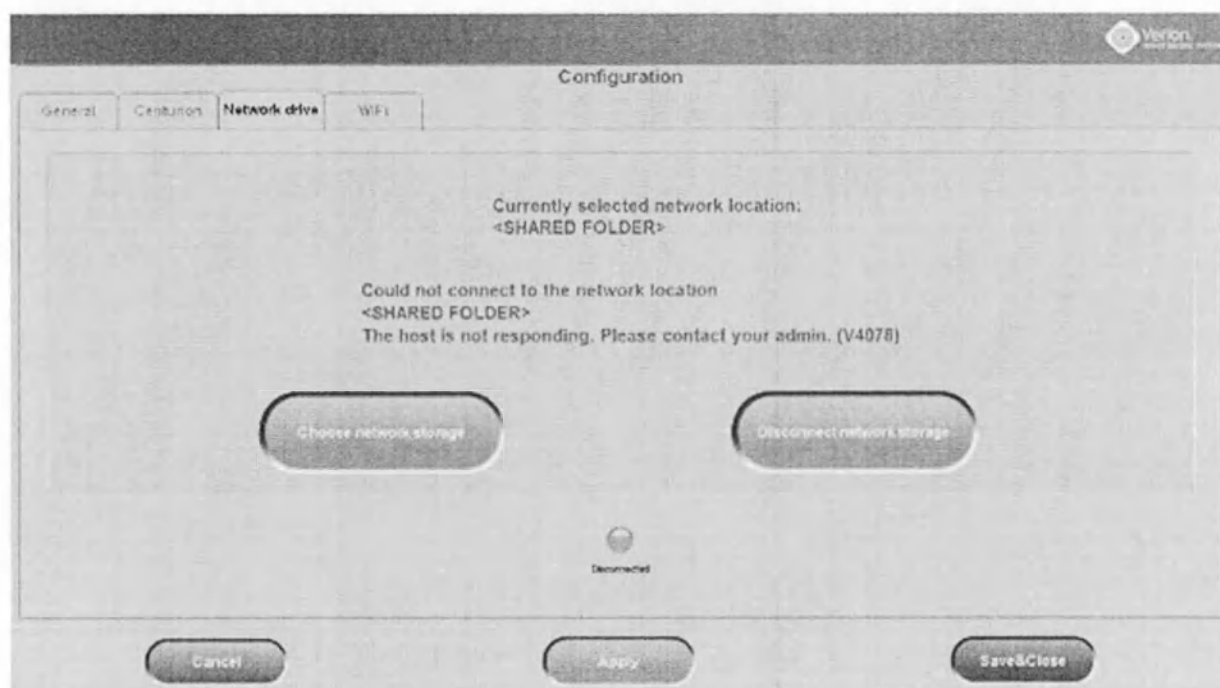

Рисунок 51. Сообщение об ошибке для неудавшегося подключения и оранжевый индикатор состояния
- Состояние соединения:** Недействительные подключения или отказы соединения оповещаются при помощи сообщения об ошибке и оранжевого индикатора состояния соединения (Рисунок 51).